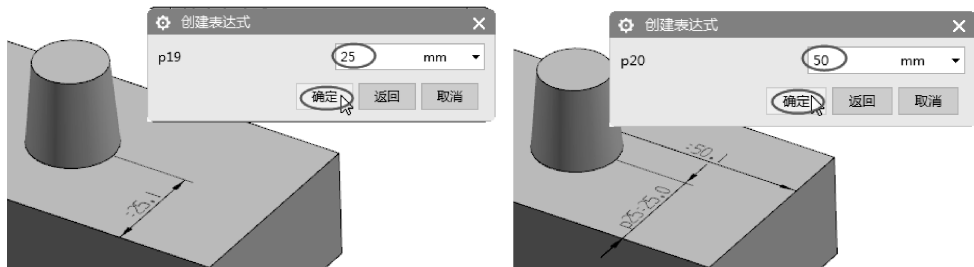

图 6-76 定位 UDF
- 18 以【垂直】方式定义 UDF 的位置，选择两条参考边进行定位，如图 6-76 所示。